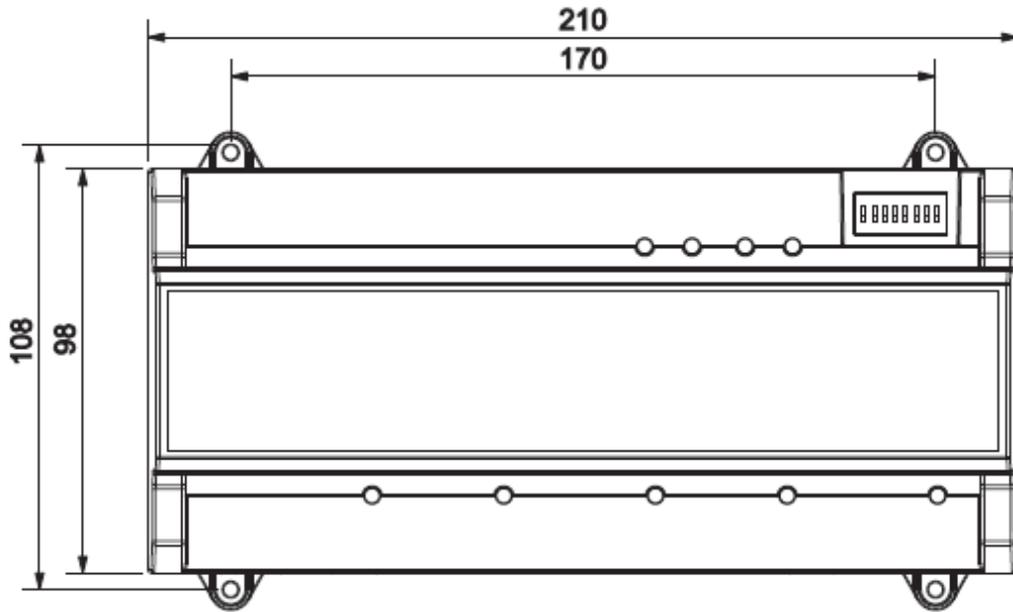
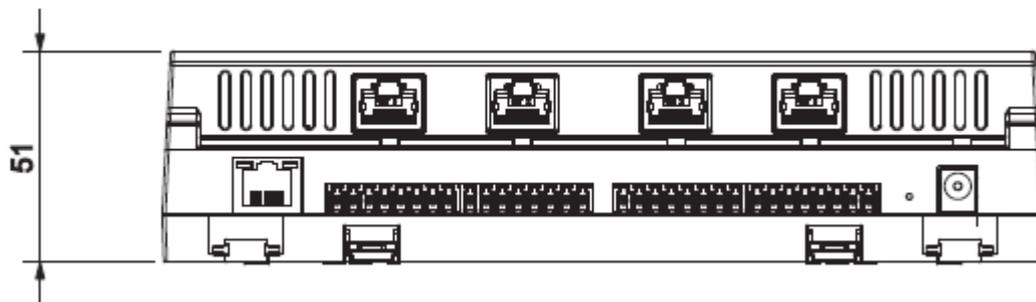

Figura 2-1 Dimensiones (1)
Figura 2-2 Dimensiones (2)
El aspecto y las dimensiones del dispositivo se muestran en la Figura 2-1 Dimensiones (1) y en la Figura 2-2 Dimensiones (2). Las unidades están en mm.